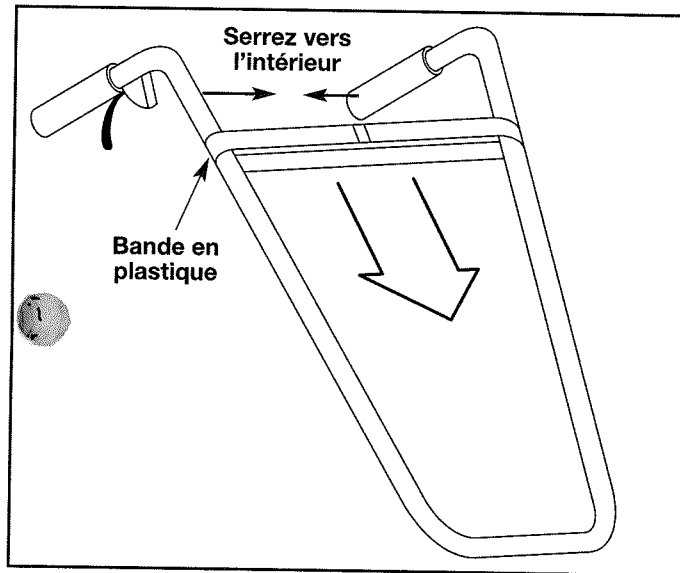

Fig. 1
2. Serrez le guidon et glissez la bande en plastique vers le bas pour l'enlever (Fig. 1).